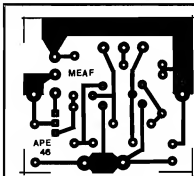

Fig.2
- FIG. 2 - LAY OUT DO CIRCUITO IMPRESSO ESPECÍFICO - A plaquinha (cujo padrão cobreado é visto em escala 1:1, na figura) é simplérrima, pequena e pouco "congestionada, com o que mesmo principiantes não encontrarão grandes dificuldades na sua realização. De qualquer modo, recomendamos ao Leitor/Hobbysta que ainda não tenha muita prática, uma consulta atenta às INSTRUÇÕES GERAIS PARA AS MONTAGENS (encartadas permanentemente nas primeiras páginas de APE...) onde são detalhadas os conselhos, "dicas" e informações super-importantes quanto à boa utilização de Circuitos Impressos... O fundamental podemos adiantar já: conferir cuidadosamente a placa (seja ela feita em casa, seja adquirida pronta, com o KIT) antes de efetuar qualquer soldagem, uma vez que é muito mais fácil efetuar correções e eliminações de falhas ainda com o Impresso "limpo", sem os componentes (depois das pegas colocadas e soldadas, além da cor-